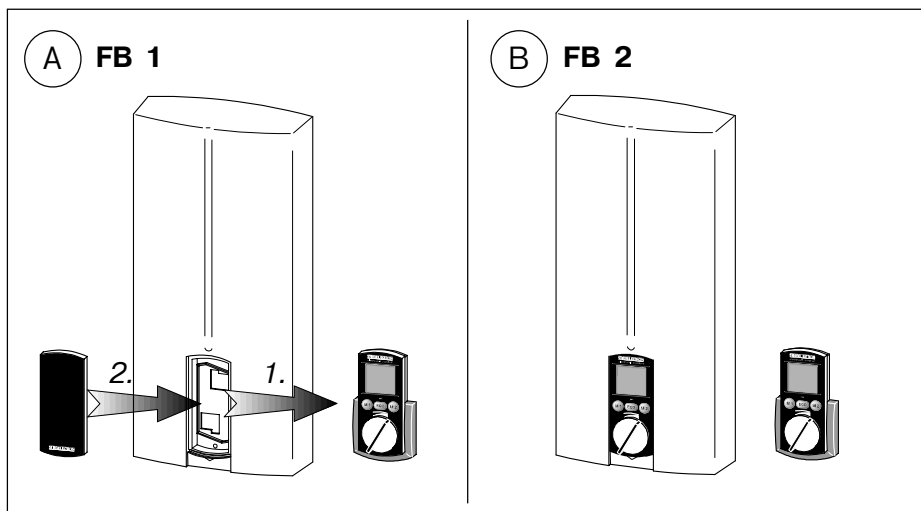

Рис. 5
– **Обслуживание прибора происходит исключительно с помощью дистанционного управления** (рис. 5 А)
– **Обслуживание как с помощью дистанционного управления, так и непосредственно с панели управления на приборе** (рис. 5 В)